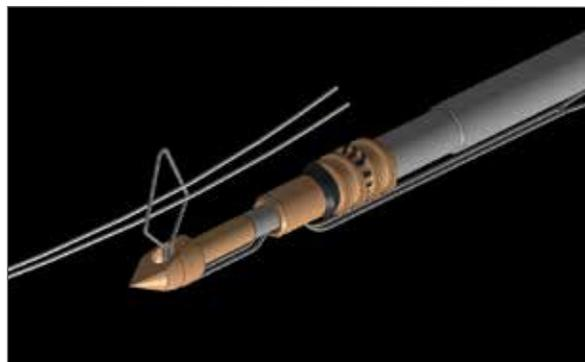

Abbildung 4
4. Wenn weitere Fäden genutzt werden sollen, fädeln Sie diese Fadenenden durch die zweite Fangschlinge ein. Achten Sie darauf, dass jedes Faden- bzw. Tape-Ende etwa 3 cm über die zweite Fangschlinge hinausragt (**Abbildung 4**).